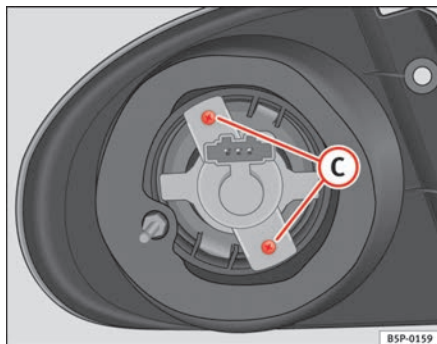

Fig. 192 Luz intermitente
- Desenrosque los tornillos ⇒ página 272, fig. 192 **C** del portalámparas y tire del mismo.
- Retire los tornillos ⇒ fig. 192 **C** del portalámparas y tire del mismo